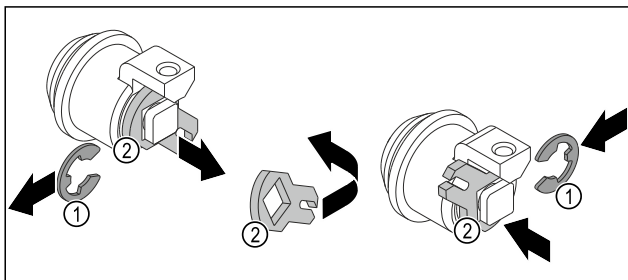

Fig. 15
- ▶ Sicherungsring Fig. 15 (1) entnehmen.
- ▶ Schließhaken Fig. 15 (2) abnehmen, umdrehen und wieder einsetzen.
- ▶ Sicherungsring Fig. 15 (1) einsetzen.